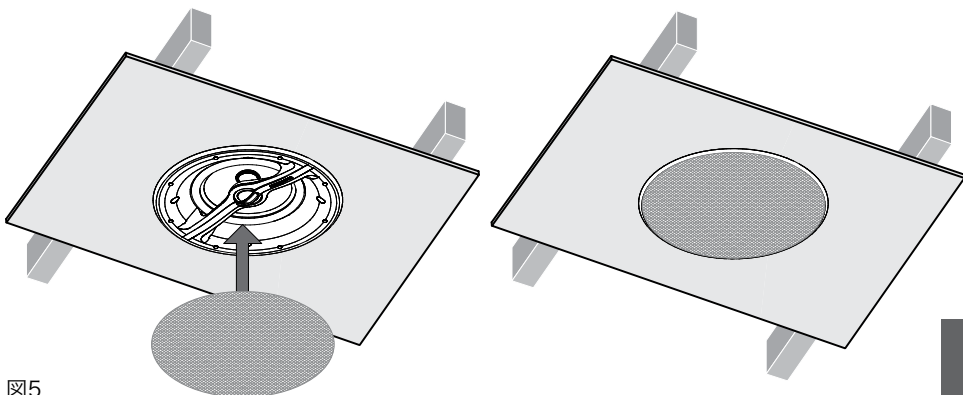

図5
**4.5** ここでグリルを取り付けることができます。グリルはマグネット式ですので、フレーム・フランジの溝に合わせ、カチッという音がすれば取り付け完了です。グリルのはめ方は図5をご覧ください。